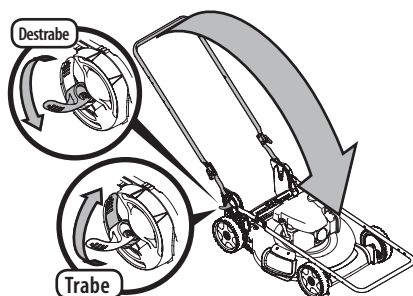

Figura 32
3. Destrabe las dos palancas de liberación de manija. Vea el recuadro de la Figura 32.
4. Pliegue la manija hacia adelante hasta la posición de almacenamiento (Figura 32). No presione los cables del control de la transmisión o de la cuchilla (si se incluyen) mientras baja la manija.
5. Trabe las dos palancas de liberación de la manija (recuadro, Figura 32).
2. Para desplegar la manija, destrabe las dos palancas de liberación de la manija (recuadro, Figura 32) y realice los PASOS 5-8 de MONTAJE, Manija de Almacenamiento Vertical en la página 32.